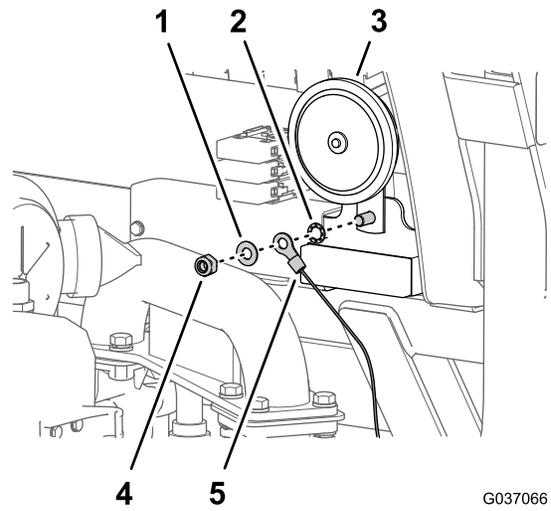

Figura 33
- En la parte trasera del pasamuros, retire la contratuerca y la arandela que fijan el claxon a la placa eléctrica (Figura 33).